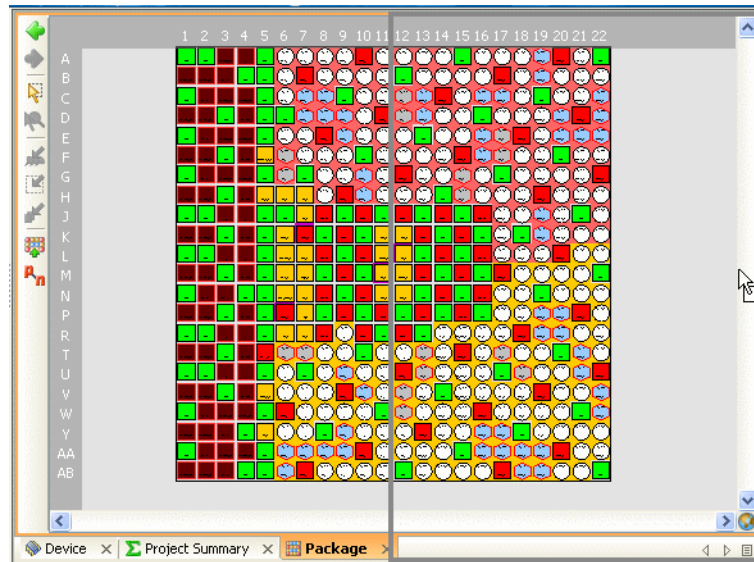

図 8-2 : [Package] ビューと [Device] ビューの同時表示
- ◆ どちらかのビューのタブをクリックし、ワークスペースの右側のスクロールバーまでドラッグします。ビューが配置される箇所がグレーの長方形で囲われます。カーソルをドラッグして配置箇所を決めたら、ドロップします。これでワークスペースが分割されます。245 ページの図 8-2 は、ビューを分割した例を示しています。この方法は、ほかのビューでも使用できます。